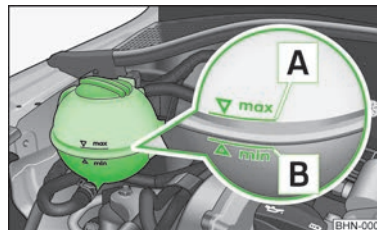

Fig. 100
Pentru completare, vă recomandăm să utilizați numai antigelul a cărui denumire o găsiți pe vasul de expansiune al lichidului de răcire » fig. 100 la pagina 129.
- Verificați nivelul lichidului de răcire la vasul de expansiune al lichidului » fig. 100. Când motorul este rece, nivelul lichidului de răcire trebuie să se afle între marcasele B (min.) și A (max). Când motorul este cald, nivelul lichidului de răcire poate fi și puțin peste marcajul A (max).
- Aplicați o lavetă pe capacul vasului de expansiune a lichidului de răcire » fig. 100 la pagina 129 și deșurubați **cu grijă** capacul.
Nu adăugați lichid de răcire peste marcajul A (max.) » fig. 100 la pagina 129! La încălzire, surplusul de lichid de răcire este împins din sistemul de răcire prin suprapresie din capacul vasului de expansiune.